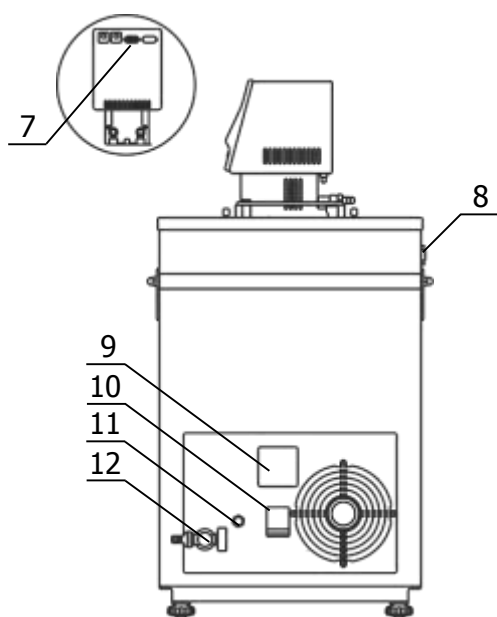

Рисунок 4 — Правая панель термостата
2.2.4 К переливному штуцеру 11 (рисунок 4) присоединить гибкий шланг, второй конец которого опустить в емкость для сбора излишков теплоносителя объемом 1.5–2 литра.
2.2.7 Вставить вилку сетевого кабеля блока регулирования в розетку 9 (рисунок 4). Соединить кабелем из комплекта поставки блок регулирования (разъем 7) и холодильную машину (разъем 8). Сетевой кабель термостата подключить к питающей сети напряжением 220 В. Для этого в лабораторном помещении должна быть установлена электрическая розетка из комплекта поставки термостата.
2.2.8 Автоматический выключатель 10 (рисунок 4) перевести в положение «включено».
2.2.9 Включить блок регулирования в соответствии с документом ТКЛШ 3.222.009-14 РЭ «Блок регулирования температуры погружной циркуляционный М12М серии МАСТЕР». При работе циркуляционного насоса уровень теплоносителя во внутренней ванне понизится. Доливать теплоноситель следует до тех пор, пока он не начнет переливаться через штуцер 11 (рисунок 4).
2.3.2 Надеть сливной шланг из комплекта поставки на кран 12 (рисунок 4) и закрепить его хомутом. Свободный конец шланга опустить в емкость для сбора теплоносителя объемом не менее 20 литров.